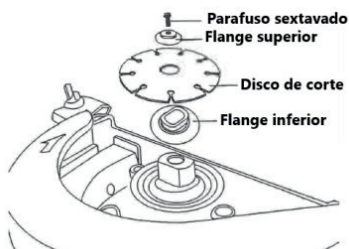
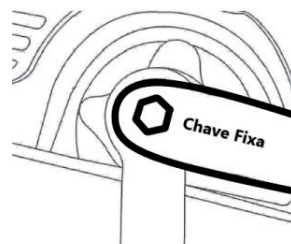

FIGURA 1
FIGURA 2
4. Aperte o parafuso sextavado utilizando uma chave de soquete, mantendo a flange inferior firme com o auxílio de uma chave fixa, garantindo a fixação segura da lâmina. **(Figura 1 e Figura 2)**